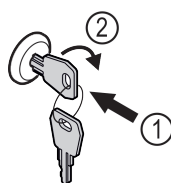

Fig. 153 Représentation à titre d'exemple
- Insérer la clé Fig. 153 (1).
- Tourner la clé à 90° dans le sens horaire Fig. 153 (2).